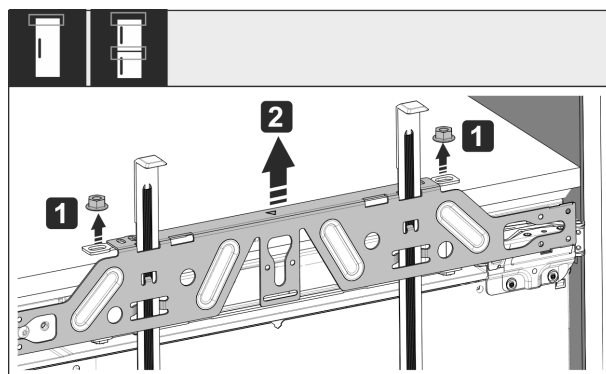

Fig. 51
- Borgmoeren Fig. 51 (1) losmaken.
- Bevestigingstraverse Fig. 51 (2) verwijderen.